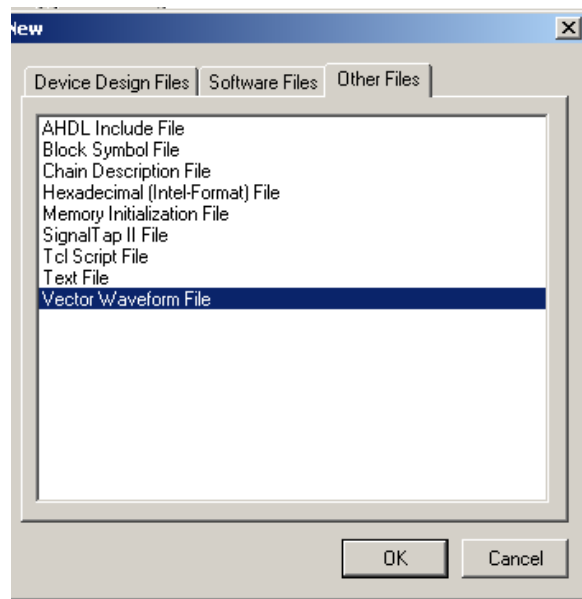

Figura 2.2 Tela para início da criação de um novo arquivo de simulação.
2. Clicar em “**Other Files**” e selecionar “**Vector Waveform File**”, como mostra a Figura 2.2.
3. Click “**OK**”, na tela da Figura 2.2 e O Editor da forma de onda da simulação irá se abrir mostrando um arquivo vazio, como mostra a Figura2.3.